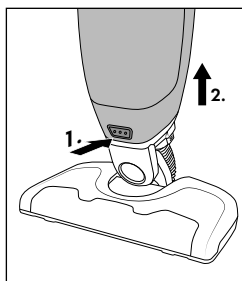

Fig. 7
- ◆ Premere il tasto di sblocco **12** ed estrarre con cautela la bocchetta per pavimenti **14** dal blocco motore **8** (vedere fig. 7).